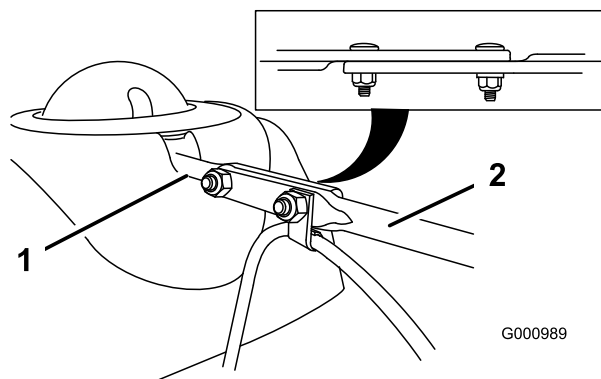

Figura 10
3. Allineate il lato posteriore piatto della lunga asta di comando del camino di scarico con il lato anteriore piatto dell'asta corta che protrude dal quadro di comando, in modo che siano inseriti l'uno nell'altro (Figura 10).